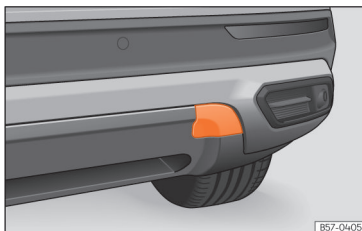

Fig. 47 No lado direito do para-choques traseiro: retirar a tampa.
»» Fig. 47.
- Pressione a zona superior da tampa »» Fig. 47 para desencaixá-la.